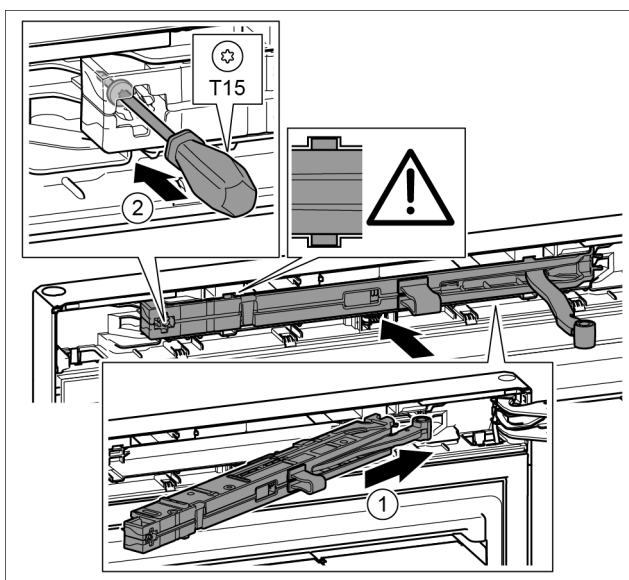

Fig. 21
- ▶ Jednotku tlmíča uzatvárania zasuňte na strane ložiskovej konzoly až na doraz šikmo do vybrania. Fig. 21 (1)
- ▶ Skrutkovačom T15 pevne zaskrutkujte skrutku. Fig. 21 (2)